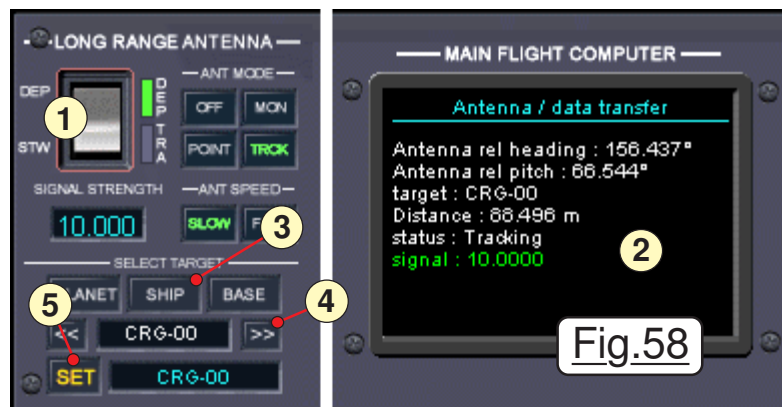

Fig.58
- Inverseur en position **DEP** en **1** de la Fig.58 pour la déployer et la mettre en service.